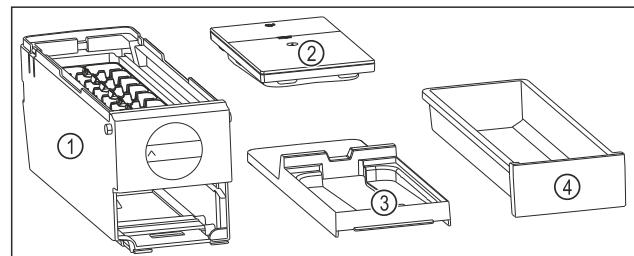

Fig. 132 Съставни части на EasyTwist-Ice
- EasyTwist-Ice е разглобен на четири части. (виж Fig. 132)
- Разглобявайте EasyTwist-Ice само на изображените съставни части. (виж Fig. 132)
- Почистете корпуса на EasyTwist-Ice Fig. 132 (1) като едно цяло.